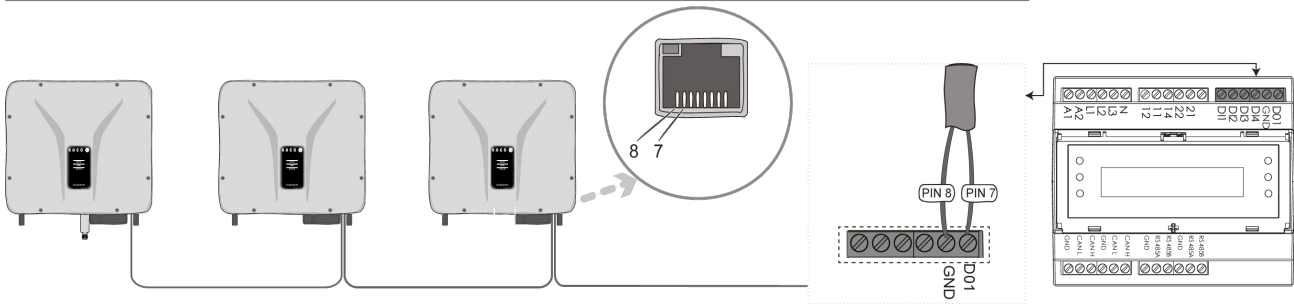

Abb. 47. Verbinden Sie das Netzkabel mit dem Powador-protect
4. Isolieren Sie das andere Ende des Netzkabels ab und Befestigen Sie den Kupferdraht an der entsprechenden Klemme am Smart-Meter. Schraubendreher-Typ: SL1.5, Anzugsmoment: 0,6 Nm (siehe Abb. 47).